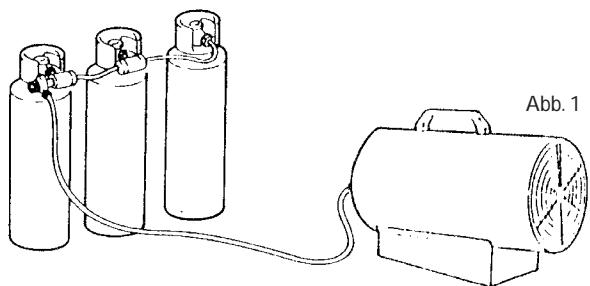

Abb. 1
- Um dies zu vermeiden, eine größere Flasche oder mehrere miteinander verbundene Flaschen verwenden (Abb. 1).